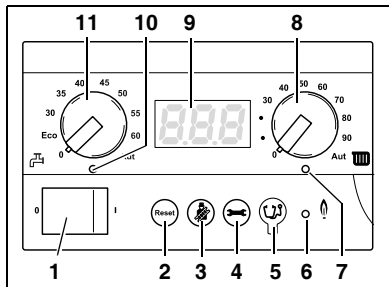

Bild 5 Grundkontroll BC10
Med knappen för "skorstenssotning" (bild 5, pos. 3) kan värmepannan försättas i manuell drift om exempelvis värmepannans styrenhet inte fungerar (t.ex. rumsmanöverpanel).
- Begränsa, med hjälp av vridknappen för "maximal pannvattentemperatur" (bild 5, **pos. 8**), den maximala pannvattentemperaturen till golvvärmekretsens tillåtna framledningstemperatur (oftast högst 40 °C).